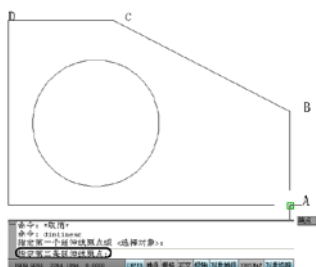

图 9.58 选择 A 点
- (2) 在绘图窗口中拾取点 A，命令行会相应的发出命令，如图 9.58 所示。